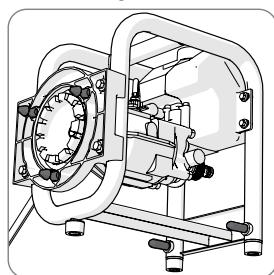

Fig 11
- Tenere i 3 perni di centraggio e i 2 perni stabilizzanti puliti e, occasionalmente, inumidirli con uno spray a base di olio di silicone. (**Fig. 11**)